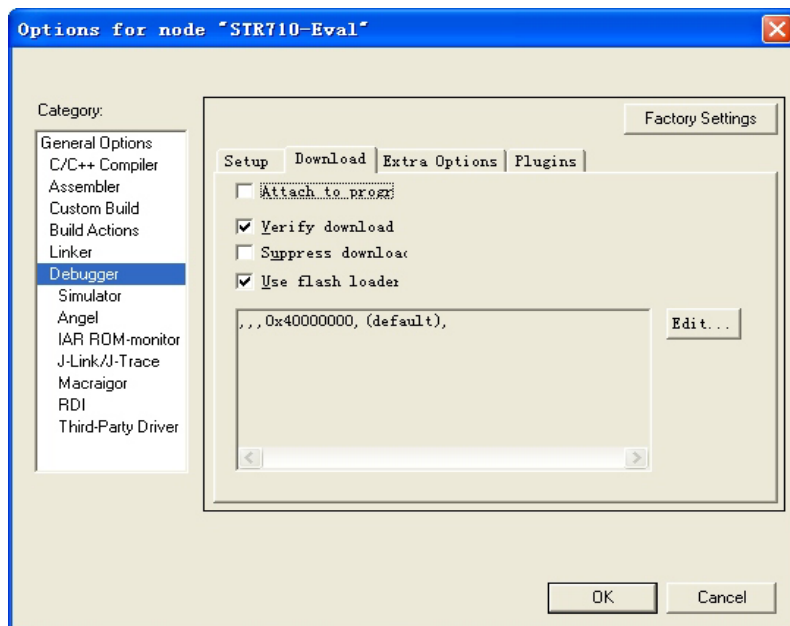
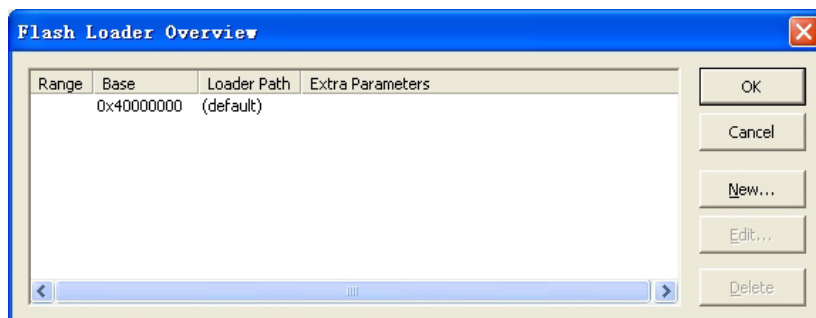
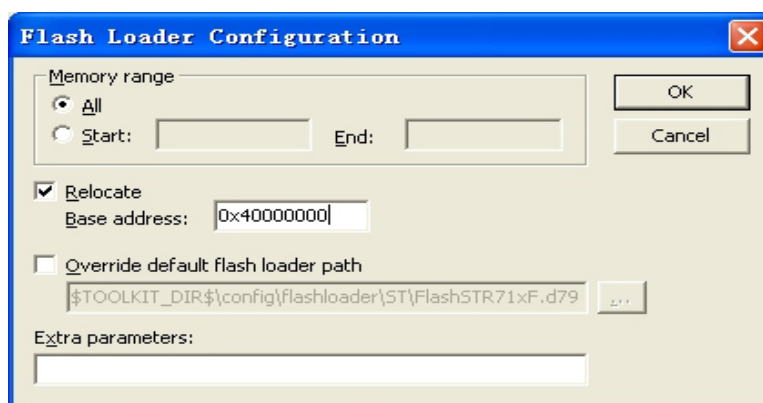

图 3-2. 设置 Downloader 参数
图 3-3. 设置 Flash Loader 参数
图 3-4. 设置 Flash Loader 下载起始地址
- 在 Download 页面，选择 verify download 和 Use flash loader，见图 3-2。
按 Download 页面（图 3-2）中的 Edit 按钮，在弹出的 Flash Loader Overview 对话框（图 3-3）中按 new... 按钮。弹出 Flash Loader Configuration 对话框（图 3-4）。因为我们要求把应用程序下载到 STR710 的内部 Flash 中，所以选择 Relocate 并输入起始地址 0x40000000，按 OK 键确认。